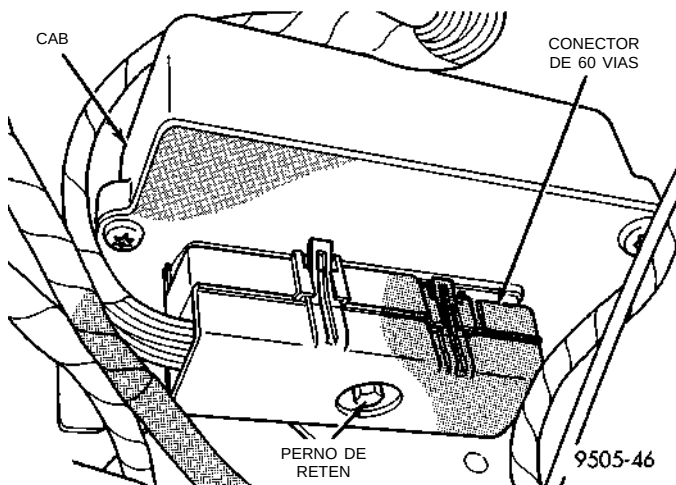

Fig. 28 Conector del mazo de cableado de 60 vías
- (1) Apague el encendido del vehículo.
- (2) Desconecte el conector de 60 vías del mazo de cableado (Fig. 28) del Módulo del controlador de frenos antibloqueo (CAB). **VERIFIQUE QUE EL ENCENDIDO DEL VEHICULO ESTE APAGADO ANTES DE RETIRAR EL CONECTOR DE 60 VIAS.**
- (3) Instale el conector del mazo de cableado de 60 vías (Fig. 28) con la mano en el conector de 60 vías
del CAB, hasta donde sea posible. Luego utilice el perno de retén del conector del CAB (Fig. 28) para asentar completamente el conector del mazo de cableado en el CAB.
- (4) Apriete el perno de retén del conector de 60 vías (Fig. 28) con una torsión de 4 N·m (38 libras pulgada).